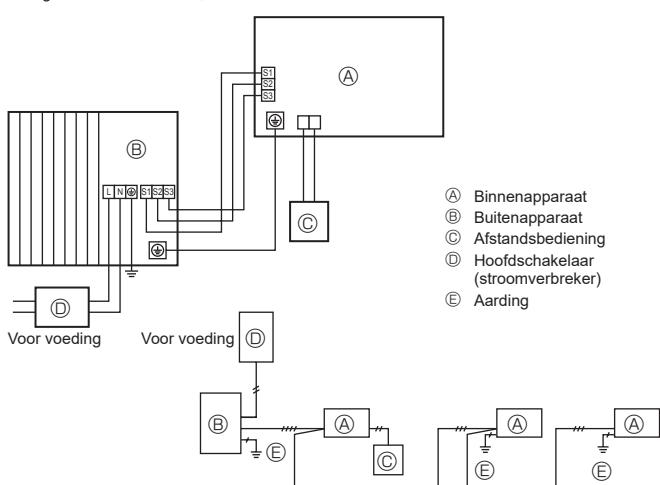
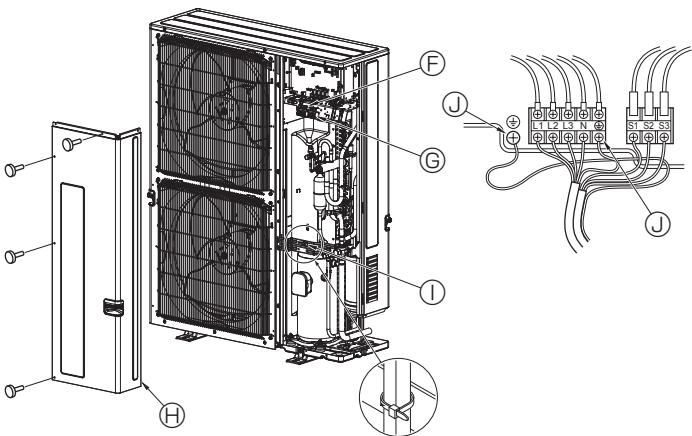

Fig. 6-1
Fig. 6-2
6.1. Buitenapparaat (Fig. 6-1, Fig. 6-2)
① Verwijder het onderhoudspaneel.
② Sluit de kabels aan aan de hand van Fig. 6-1 en 6-2.